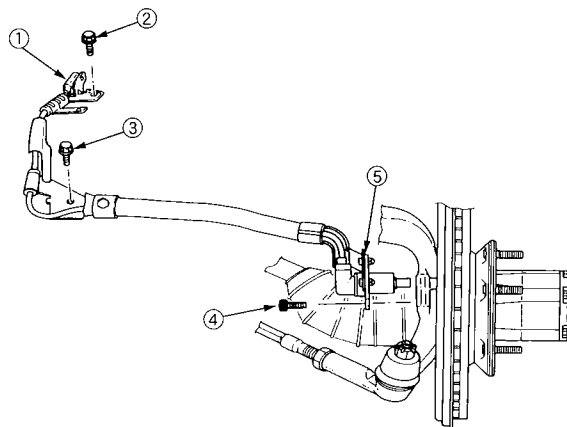

図 I-7 フロント・ホイール・スピード・センサの脱着
(1) 脱 着 (図 I-7)
- ①ホイール・スピード・センサのコネクタを外す。
- ②センサ・ケーブル締め付けボルトの上側を外す。
- ③センサ・ケーブル締め付けボルトの下側を外す。
- ④センサ締め付けボルトを外す。
- ⑤ホイール・スピード・センサを外す。
(2) 単体点検
- ①ホイール・スピード・センサの電極に異物がないか点検する。
- ②電極に損傷がないか点検する。
- ③ホイール・スピード・センサ・ケーブルに短絡又は断線がないか点検する。
- ④センサ・リングに歯欠け、損傷などがいないかを点検する。異常がある場合は、センサ・リングを交換する。